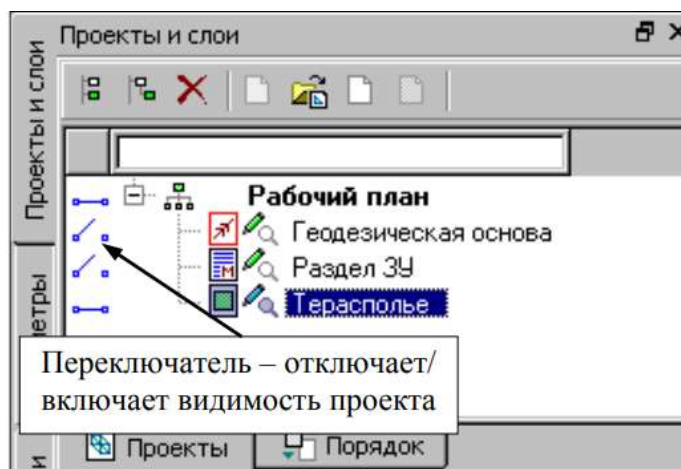

Рисунок 6 - Проекты и слои
6. Так как в наборе проектов создано три типа проектов (**Межевой план, Изыскания и Ситуационный план**), то для удобства просмотра импортированного растра следует отключить видимость проектов **Раздел ЗУ и Геодезическая основа**, используя переключатель видимости проекта (рисунок 6).